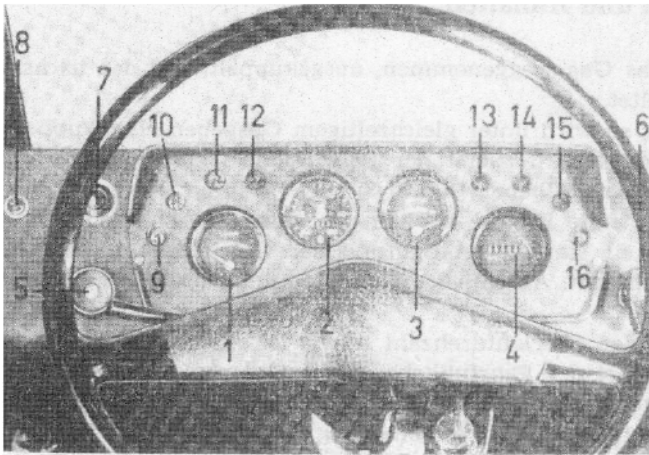
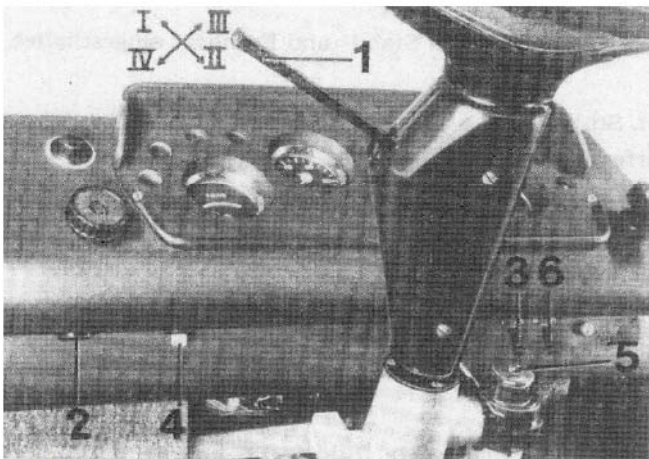
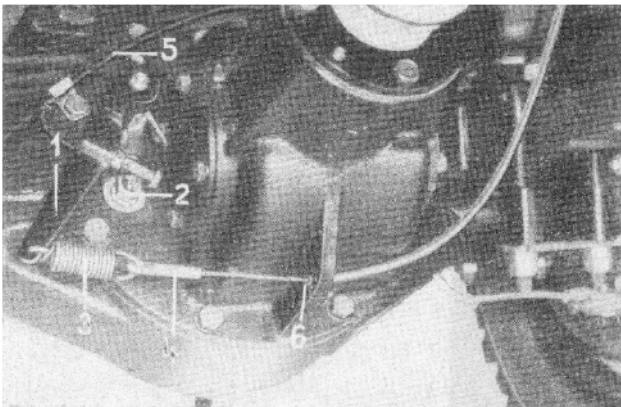

Bild 34. Instrumententafel
Bild 35.
Bild 39. Achsgetriebe
2. Zündschlüssel in das Zündanlaßlenkschloß (Bild 35/5) einstecken und nach rechts drehen. Damit müssen die Ladeanzeige (Bild 34/11) und die Anzeigeleuchte für Öldruck (Bild 34/12) aufleuchten. Gleichzeitig schalten sich die Kraftstoffvorratsanzeige (Bild 34/1) und Kühlwassertemperaturanzeige (Bild 34/3) ein.
3. Glühen mittels Glühanlaßschalter (Bild 34/7). Eine zusätzliche Anzeigeleuchte (Bild 34/10) zeigt den Glühvorgang an. Das Anlassen des Motors erfolgt durch Drehen des Zündschlüssels im Zündanlaßlenkschloß nach rechts. Dabei ist gleichzeitig der Fahrfußhebel zu betätigen. Nach dem Anspringen des Motors sofort Zündschlüssel loslassen, gegebenenfalls nachglühen, bis der Motor rund läuft. Beim ordnungsgemäßen Lauf des Motors müssen alle drei Anzeigeleuchten erlöschen. Beim Glühvorgang gilt:
1. Öldruck überprüfen. Im gesamten Drehzahlbereich darf die Anzeigeleuchte für Öldruck (Bild 34/12) nicht aufleuchten. Sollte sie aufleuchten oder glimmen, so ist der Motor abzustellen und die Ursache zu suchen. Als Ursachen wären zu nennen:
2. Elektrische Anlage überprüfen. Im Drehzahlbereich darf die Ladeanzeige (Bild 34/11) nicht aufleuchten. Sollte sie aufleuchten oder glimmen, so ist der Motor abzustellen und die Ursache zu suchen. Als Ursachen wären zu nennen:
3. Der Motor ist langsam bei mittlerer Belastung warm zu fahren – nicht hochjagen. Der Motor darf erst voll belastet werden, wenn der Zeiger der Kühlwassertemperaturanzeige (Bild 34/3) das blaue Feld erreicht hat [etwa 343 K (70 °C)].
Mit dem Lichtdrehshalter (Bild 34/5) werden Stand- und Fernlicht eingeschaltet.
Der Lenksäulenblinkschalter (Bild 35/1) dient zum betätigen des Signalhorns, der Lichthupe und Fahrtrichtungsanzeiger. Betätigen des Lenksäulenblinkschalters.
Beim Blinken leuchtet die grüne Anzeigeleuchte (Bild 34/13) und bei Lichthupe bzw. Fernlicht die blaue Anzeigeleuchte (Bild 34/15) auf.
Die elektrische Scheibenwaschanlage wird durch Druck auf den Intervallschalter betätigt (Bild 34/6).
Die Scheibenwischanlage wird durch Betätigen des Wisch-Wasch-Intervallschalters (Bild 34/6) in Betrieb gesetzt.
Die Sperre ist nur im 1. und 2. Gang oder im Rückwärtsgang zu benutzen! Mit Sperre darf nicht im 3. und 4. Gang und in Kurven auf befestigten Gelände gefahren werden! Die Sperre ist bereits kurz vor dem zu durchzufahrenden schwierigen Geländeabschnitt einzulegen! Dazu ist der Motor auf Leerlaufdrehzahl zu bringen und der Fußhebel der Differenzialsperre zu betätigen. Das Ein- und Ausrasten der Sperre im Getriebe kann zeitlich gesehen etwas später in Aktion treten, als der Fußhebel (Bild 37/1) betätigt wird. Bei eingerasteter Sperre leuchtet ein Anzeigelampe (Bild 34/16) am Armaturenbrett auf! Danach kann weiter beschleunigt werden. Rutscht ein Zwillingrad, muss vor dem Einschalten der Differenzialsperre ausgekuppelt und auf Leerlauf geschaltet werden.
Das Einschalten der Differenzialsperre erfolgt durch Niedertreten des Fußhebels (Bild 37/1), bis der Haltebügel (Bild 37/3) im Sperrhaken (Bild 37/2) einrastet. Der Seilzug (Bild 39/4), der die Verbindung zwischen Fußhebel und Zugfeder (Bild 39/3), die am Schalthebel (Bild 39/1) des Achsgetriebes eingehängt ist, hergestellt, spannt die Zugfeder, bis die Schaltklauen im Getriebe einlassen können. Am Schalthebel des Achsgetriebes ist ein Drucktaster (Bild 39/2) montiert, der bei eingeschalteter Sperre das Aufleuchten der Anzeigelampe (Bild 34/16) in der Instrumententafel auslöst. Die Differenzialsperre ist eingeschaltet (Bild 38). Der Anstellwinkel des Haltebügels (Bild 37/3) ist einstellbar. Damit ist immer eine sichere Arretierung gewährleistet.
Die Drehfeder drückt gegen den Schalthebel, wobei die Schaltklaue im Getriebe zum Ausrasten kommt. Der Schalthebel springt zurück. Die Differenzialsperre ist ausgeschaltet. Beim Ausrasten der Differenzialsperre wird der Kontakt mit dem Drucktaster gelöst. Die Anzeigeleuchte (Bild 34/16) in der Instrumententafel leuchtet nicht mehr.